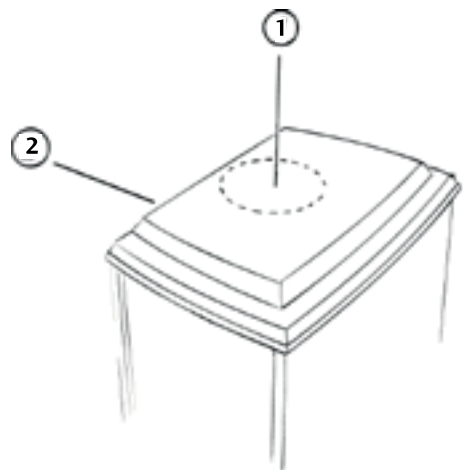

Bild 2: Topp- (1) och bakanslutning (2)
3. Du kan välja mellan att topp- eller bakansluta din kamin (Bild 2), beroende på placering. Uttaget på topp använder du om du ska toppmontera en ny lätt stålskorsten, typ V25 eller V50.